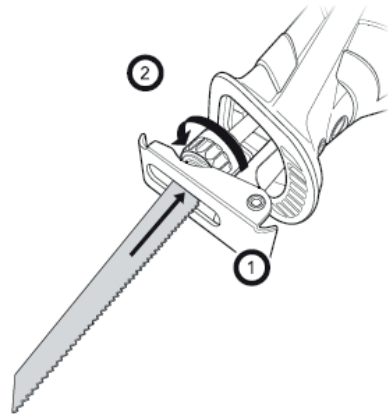

Рисунок 3
- Поверните патрон (2) против часовой стрелки (рисунок 3).